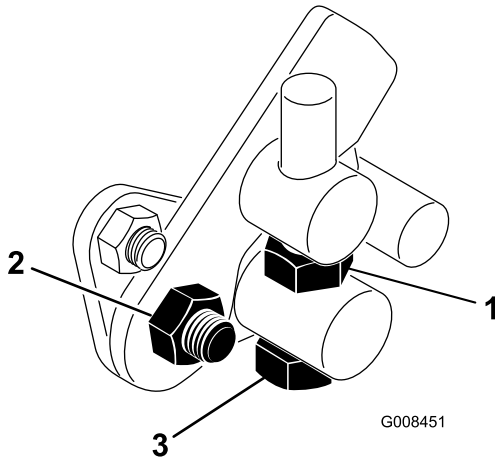

Figura 44
1. Afloje la contratuerca del tornillo de caperuza del muñón (Figura 44).
4. Apriete la contratuerca del perno del muñón y la tuerca de la articulación del pedal para bloquear el ajuste (Figura 44). Compruebe el funcionamiento, y vuelva a ajustar si es necesario.
1. Retire la rejilla del radiador (Figura 44).